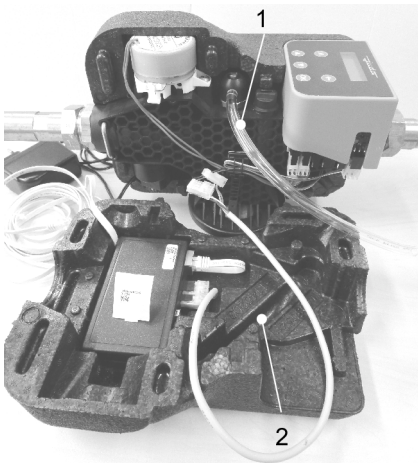

Abb. 7: Kabel anschließen und unter Modul verlegen
5. Das Connectivity-Modul in die Aussparung der vorderen Isolierschale so einsetzen, dass das LAN-Kabel unter dem Connectivity-Modul verläuft (siehe Abbildung 7).
8. Den Entlüftungsschlauch in den Führungskanal der vorderen Isolierschale einpassen (siehe Abbildung 7) und beide Isolierschalen ohne Kraftaufwand zusammenfügen.